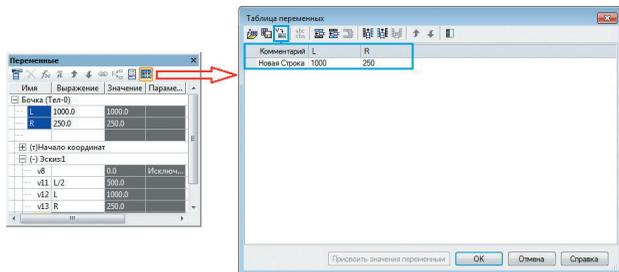

Рис. 7. Вызов таблицы внешних переменных
- остальные ячейки содержат значения внешних переменных (рис. 7).